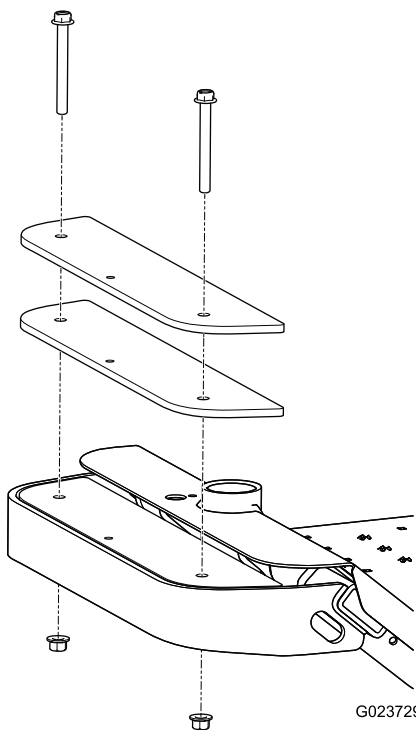

図 12
1. 車体前部についている既存のウェイトのボルト2本とナット2本を外す  図 12。